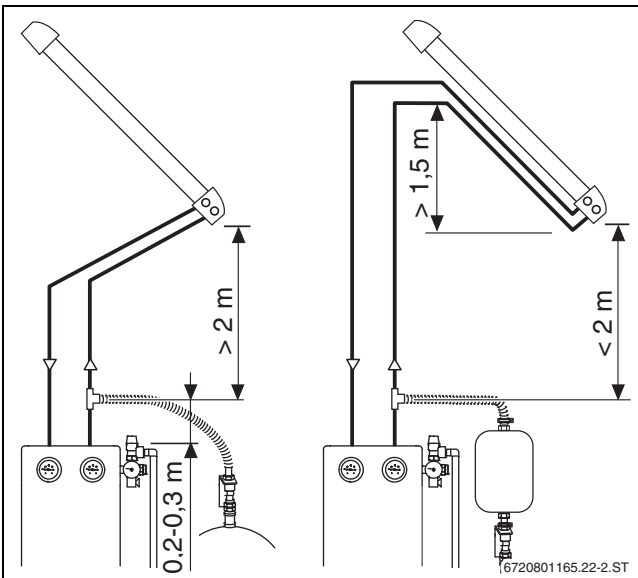

Рис. 10 Расстояние до поля коллекторов (SKR)
- ▶ Возле поля коллекторов сделайте "мешок" из подающего и обратного трубопроводов высотой не менее 1,5 м (→ рис. 10).